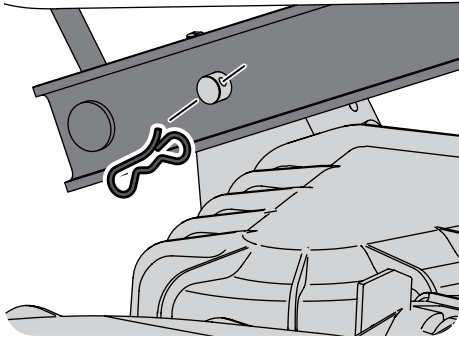

Figura 4-4
- Mirando hacia la plataforma desde el lado izquierdo del tractor, ubique el pasador de chaveta en el lado posterior izquierdo de la plataforma. Vea la Figura 4-4.
- Retire el pasador y saque el pasador de la plataforma del brazo de elevación de la misma. Vea la Figura 4-4.